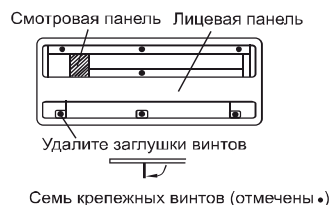

Рис. 9
- Перед установкой панели на корпус вентиляторного доводчика удалите заглушки крепежных винтов смотрите рис. 9.
- Закрепите лицевую панель доводчика крепежными винтами в местах, указанных на рис. 9.